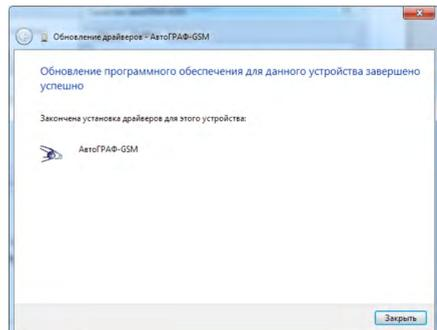

Рис.4
**5.** После завершения установки драйверов система распознает подключенное устройство (Рис.4).